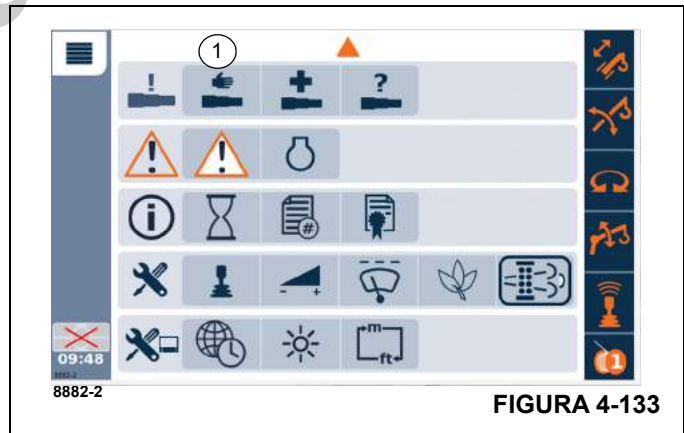

FIGURA 4-133
Abra el menú de telescopización manual (1), (Figura 4-133).